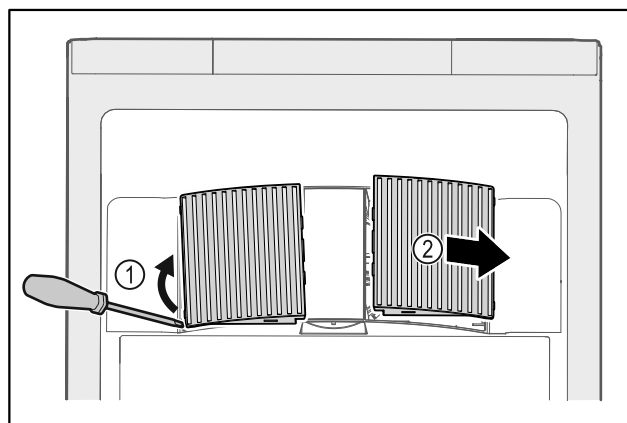

Fig. 142
- ▶ Abrir cuidadosamente las cubiertas del ventilador haciendo palanca por un lado Fig. 142 (1) y retirarlas hacia delante Fig. 142 (2).